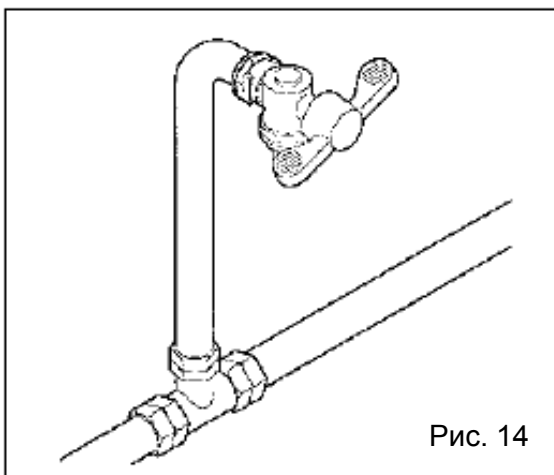

Рис. 12
- Выньте ключ из выпускного отверстия для розлива напитков (рис. 12).